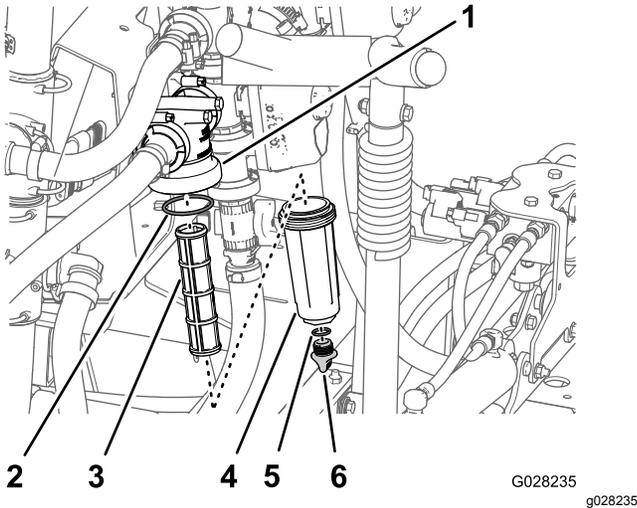

Figura 48
2. Alinhe um recipiente de escoamento debaixo do filtro de pressão (Figura 48).
3. Rode a tampa de drenagem no sentido contrário ao dos ponteiros do relógio e retire-a do recipiente do filtro de pressão (Figura 48).
4. Rode o recipiente no sentido contrário ao dos ponteiros do relógio e retire a cabeça do filtro (Figura 48).
5. Retire o elemento do filtro de pressão (Figura 48).
7. Verifique a junta do tampão de drenagem (localizado no interior do recipiente) e junta do recipiente (localizado no interior da cabeça do filtro) e veja se há danos e desgaste (Figura 48).
8. Instale o elemento do filtro de pressão na cabeça do filtro (Figura 48).
9. Instale o recipiente na cabeça do filtro apertando à mão (Figura 48).
10. Enrosque a tampa de drenagem na união na parte inferior do recipiente e aperte bem a tampa à mão (Figura 48).